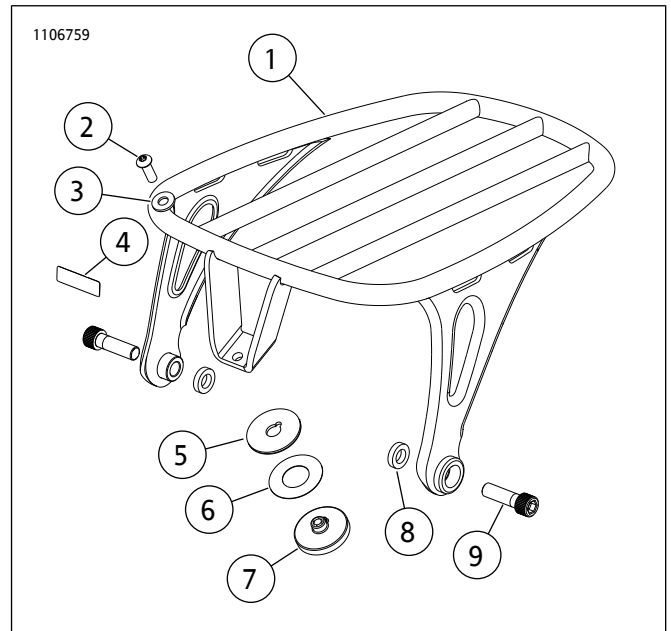
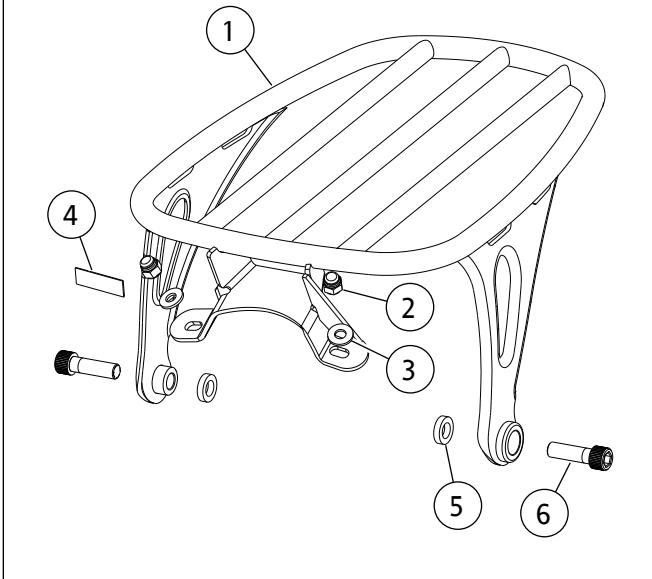

图7。套件50300120
图8。套件50300154/156
参见图7、图8和参阅表1。
- g. 参见图7。在挡板与挡板底架之间安装对接隔块(8), 然后使用凹头盖螺丝固定。
12. 参见图7。拧紧螺丝(2)。
- g. 参见图8。在挡板与挡板底架之间安装对接隔块